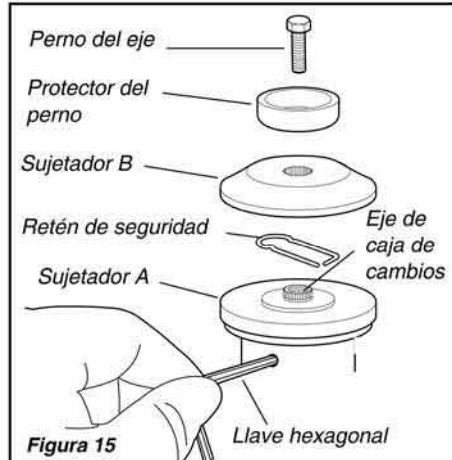

Figura 16
3. Deslice el retén de seguridad fuera del centro sobre el eje de la caja de cambios. Consulte la figura 16.